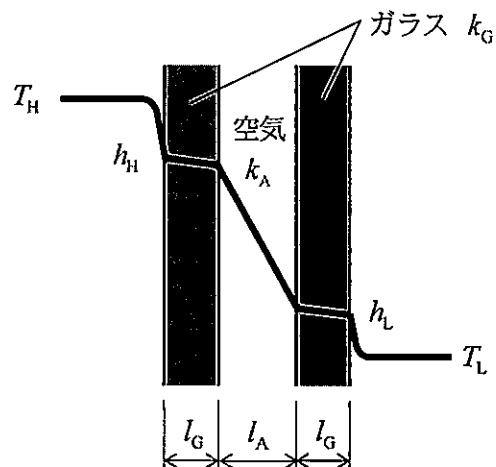

図2 二重ガラスの場合
2) 次に、図2に示すような二重ガラスにした場合において、1)で与えた条件に加えガラス間の隙間の大きさを  $l_A$  [m]、空気の熱伝導率を  $k_A$  [W/(m·K)] とする。ガラス間の隙間での空気の対流を無視し、一枚ガラスと同様に放射による伝熱を無視すると、二重ガラス窓を通しての熱通過率  $K'$  [W/(m2·K)] は、次式で与えられる。